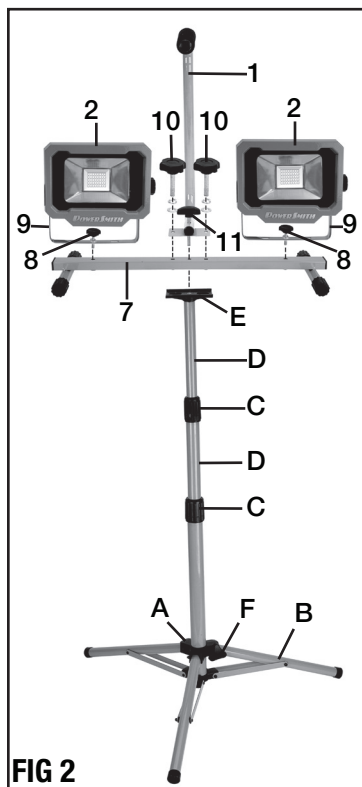

FIG 2
AJUSTE DEL TRÍPODE (FIG 2)
CONEXIÓN DEL ASA DE TRANSPORTE EN EL SOPORTE (FIG 2)
1. Ponga el asa de transporte (1) verticalmente en el soporte (7).
2. Use las dos perillas de traba (10), las arandelas planas y las arandelas de resorte para sujetar el asa de transporte al soporte según se muestra en la FIG 2.
CONEXIÓN DE LAS CABEZAS DE LAS LUCES DE TRABAJO EN EL PEDESTAL (FIG 2, 3)
1. Coloque el pedestal (7) sobre una superficie plana.
2. Use las perillas de traba (8), las arandelas planas y las arandelas de resorte para sujetar ambas cabezas de las luces de trabajo, en las partes laterales del pedestal según se muestra en la FIG 2.
CONEXIÓN DEL CONJUNTO DE LUZ DE TRABAJO EN EL TRÍPODE (FIG 2)
1. Ponga el conjunto de luz de trabajo sobre el trípode. La parte inferior de la barra transversal del pedestal tiene que estar asentada en el soporte (E).
2. Use la perilla de traba (11) para sujetar el conjunto de luz de trabajo en el trípode según se muestra en la FIG 2.